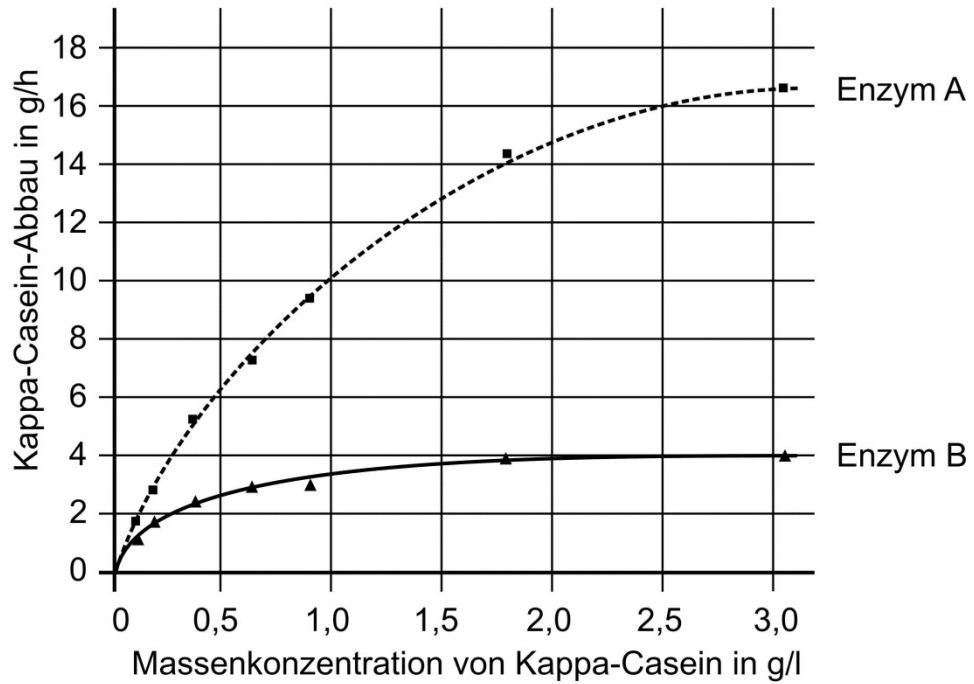

Abb. 2: Abhängigkeit der Enzymaktivität der Enzyme A und B von der Kappa-Casein-Massenkonzentration²
- 1.2 Es wurde nach Alternativen zur Verwendung von Chymosin gesucht. Abbildung 2 zeigt das Ergebnis der Untersuchung zweier Proteasen, die ebenfalls zum Ausflocken der Caseine in der Milch verwendet werden können. Hierbei wurden gleiche Mengen von Enzym A aus einem Schimmelpilz und Enzym B aus der Wilden Artischocke verwendet.